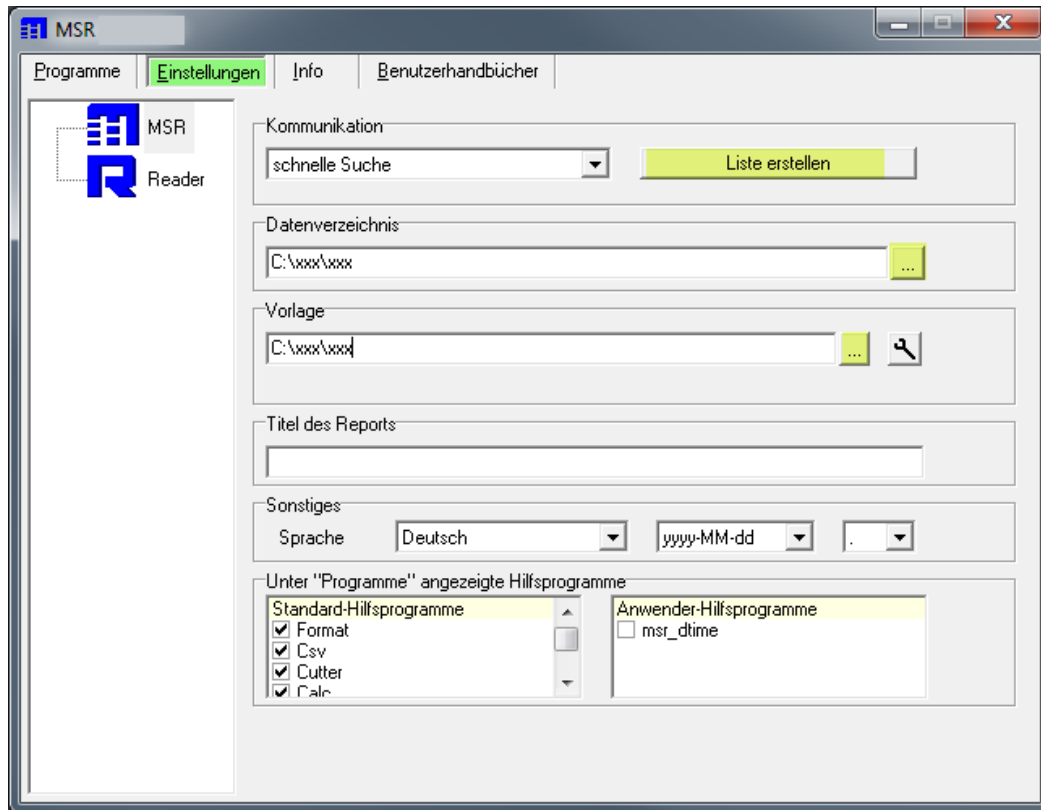

Bild 5.2: Software MSR – Einstellungen Daten
(Einstellungen für Verzeichnis siehe Bild 5.2)
- Die Daten von jedem ausgewählten Datensatz werden im voreingestellten Verzeichnis (siehe Kapitel 5.3.1/ Bild 5.2) gespeichert und je nach Einstellung sofort im Viewer als Diagramm dargestellt